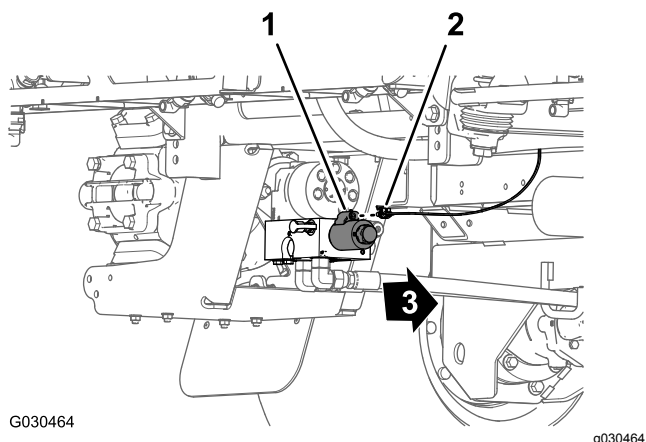

Figura 107
1. Na traseira da máquina — suporte interior da bomba de pulverização, ligue o conector de 2 tomadas identificado como **Solenoide da bomba do pulverizador** (Spray Pump Solenoid) da secção com 86 cm da cablagem ao conector de 2 pinos do relé para a bomba (Figura 107).